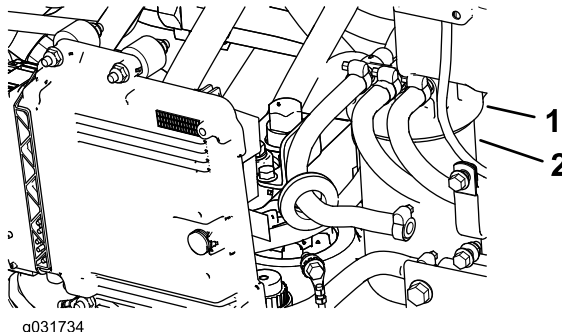

Figura 89
- Limpe a zona em torno da cabeça do filtro de combustível (Figura 89).
- Retire o filtro e limpe a superfície de montagem da cabeça do filtro (Figura 89).